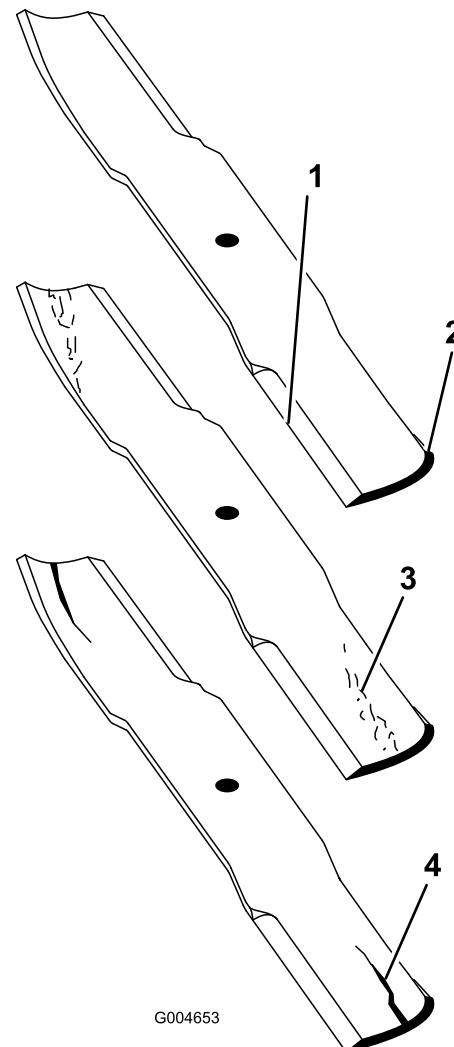

Figure 30
- Examinez attentivement les tranchants de la lame, particulièrement au point de rencontre de la partie plane et de l'ailette (Figure 30).
Remarque: Le sable et les matières abrasives peuvent éroder le métal à cet endroit, c'est pourquoi il est important de contrôler l'état de la lame avant d'utiliser la tondeuse. Remplacez la lame si elle semble usée (Figure 30).